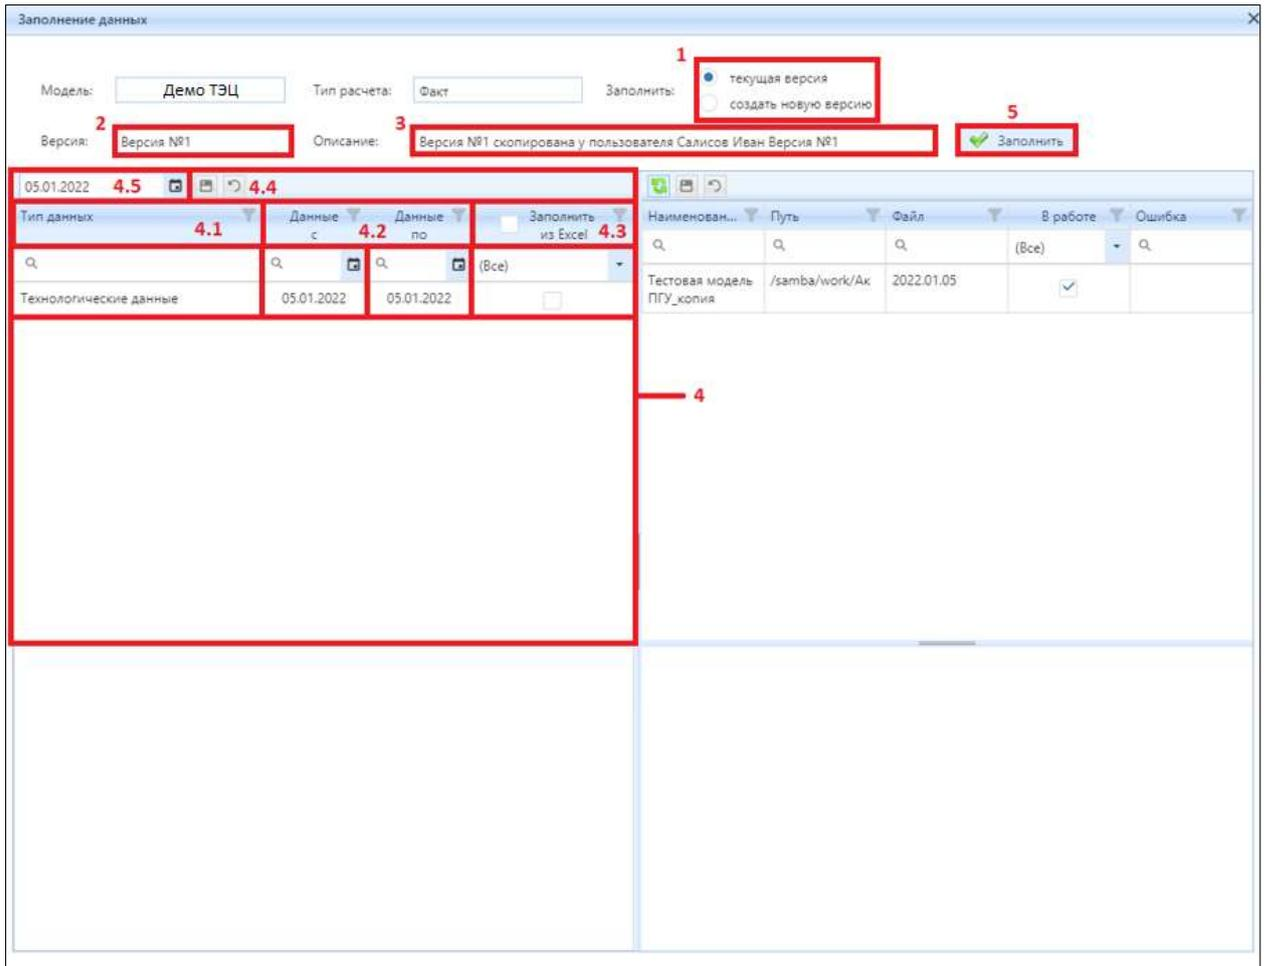

Рисунок 3.4.15 – Интерфейс окна «Заполнение данных»
3. В открывшемся окне в блоке (1) (рис. 3.4.15) необходимо выбрать заполнение новой версии или заполнение текущей версии, что необходимо выбирать в том случае, если имеется уже заполненная форма ввода и пользователь работает исключительно с ней (например, не создавать много версий в Системе, чтобы не запутаться). **Обратите внимание, что при новом заполнении формы ввода с чек-боксом текущей версии, каждый раз исходные данные или ручные корректировки значений параметров в форме ввода перезаписываются.**
Для записи (2) «Версия:» (рис. 3.4.15) имеется возможность ввести наименование версии в активном поле. По умолчанию для новой версии вносится запись «Версия №1», а для последующих версий генерируется запись «Версия № 2» и т.д.
Для записи (3) «Описание» (рис. 3.4.15) имеется возможность ввести описание к версии в активном поле (пример записи: «Версия №1 Турбина №7 не в работе»). По умолчанию для новой версии вносится запись «Версия №1», а для последующих версий генерируется запись «Версия № 2» и т.д.
В таблице слева блок (4) (рис. 3.4.15) имеется возможность скорректировать дату импорта данных из внешних систем для групп параметров. В колонке «Тип данных» (4.4) (рис. 3.4.15) представлен перечень групп параметров (записи в ней не редактируемы). В колонках «Данные с:» и «Данные по:» (блок 4.2) (рис. 3.4.15) содержатся даты для импорта значений по типу данных. Для корректировки даты нажмите на запись и установите необходимый период. В колонке «Заполнить из Excel» (4.3) (рис. 3.4.15) представлены чек боксы, при установлении которых осуществляется импорт данных из файла Excel для настроенных параметров. **Обратите внимание, что для заполнения данных из Excel необходим исходный файл с данными, его наличие отображается в таблице справа.** В поле (4.6) (рис. 3.4.15) имеется возможность установить дату импорта сразу для всех типов данных. После внесения изменений в блоке (4) нажмите на кнопку «Сохранить» (рис. 3.4.15) для сохранения настроек, для отмены внесенных изменений в таблице нажмите на кнопку «Отменить» см. блок (4.4) (рис. 3.4.15).
Далее необходимо нажать на кнопку (5) «Заполнить» (рис. 3.4.15) для заполнения формы ввода с учетом настроек в окне «Заполнение данных» (рис. 3.4.15).